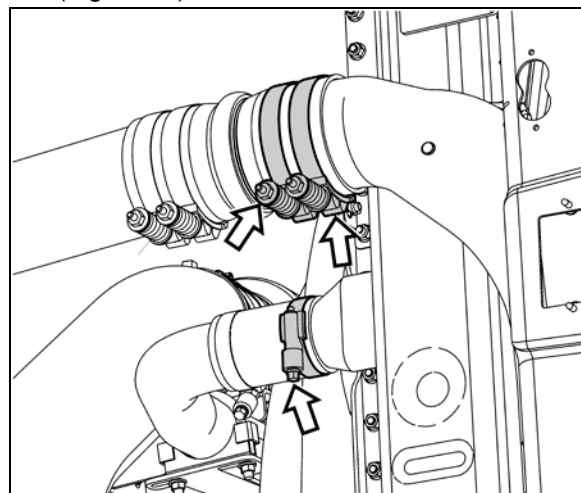

FIGURE 23 : TUYAUX AVANT DU LIQUIDE DE REFROIDISSEMENT ET D'AIR DE SURALIMENTATION
9. Déposer le boîtier étanche du radiateur (Figure 23).